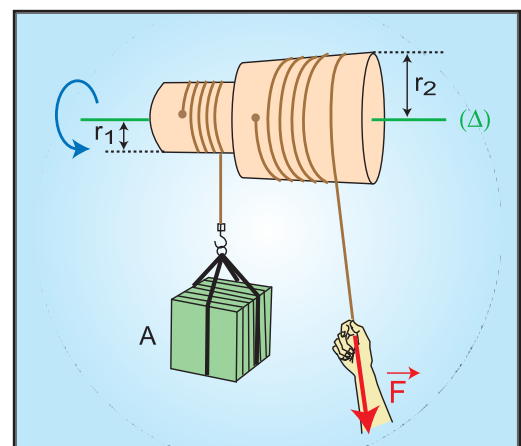

Fig.45
- 7- Un treuil est constitué de deux cylindre solidaires et coaxiaux de rayons $r_1 = 10 \text{ cm}$ et $r_2 = 20 \text{ cm}$ sur lesquels s'enroulent des cordes (Fig.45). On soulève avec ce treuil une charge de masse $m = 50 \text{ kg}$. On supposera que le mouvement est suffisamment lent pour considérer que le treuil est en équilibre à chaque instant.